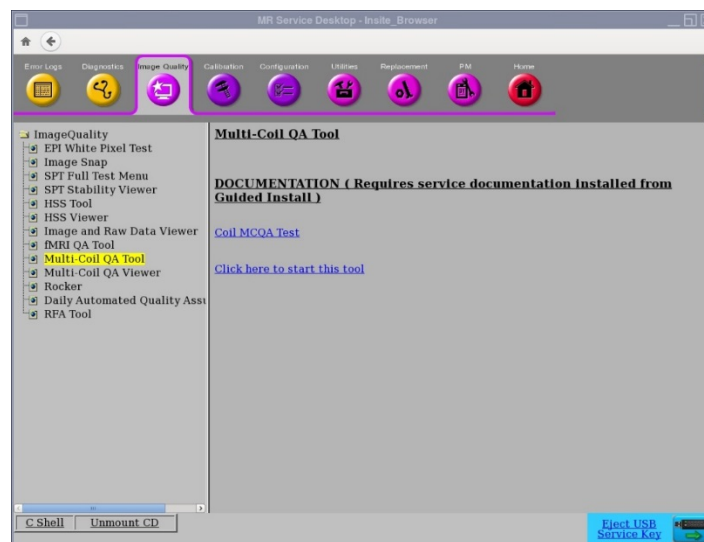

Figure 1
1. Depuis Common Service Desktop (CSD) (Bureau de service commun (BSC)), accédez à Service Browser (Navigateur de service) et sélectionnez [Image Quality] (Qualité d'image) « Multi-Coil QA Tool » (Outil AQ multi-antenne) puis « Click here to start this tool » (Cliquez ici pour démarrer cet outil) comme illustré à la figure 1.